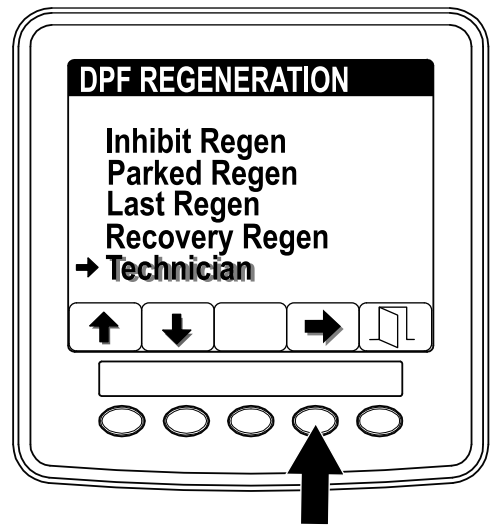

Figura 38
1. Accedete al menu DPF Regeneration e premete i pulsanti 1 o 2 per far scorrere il menu verso il basso fino all'opzione TECHNICIAN (Figura 38).
2. Premete il pulsante 4 per selezionare la voce Technician (Figura 38).